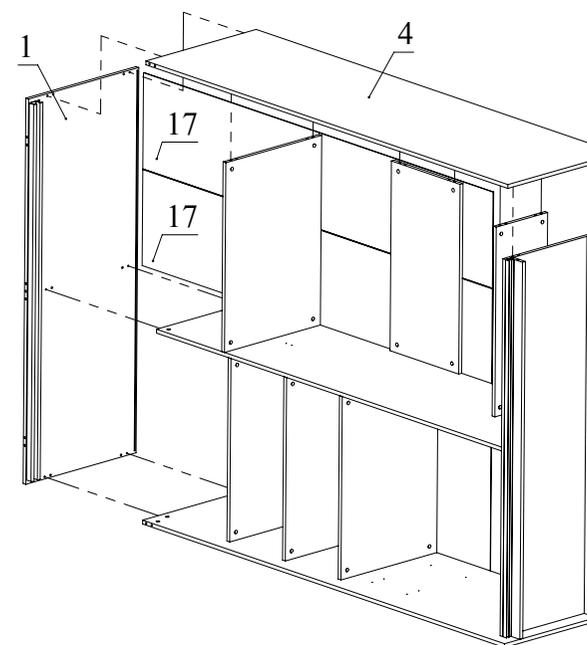

Рис.9
7. С помощью минификс соедините детали 4 и 2,6,8,15. Вставьте детали 17 и соединительную планку для ДВП в пазы на деталях 5, 4, закрепите деталь 1 (Рис.9).